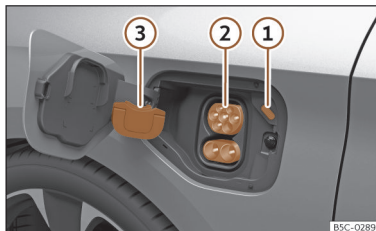

Fig. 63 Por trás da tampa da tomada de carregamento da bateria na parte dianteira esquerda: tomada de carregamento.
- Retire a capa de proteção e encaixe-a no engate >>> **Fig. 63 ③**
- Ligue o conector de carregamento da estação de carregamento à tomada de carregamento >>> **Fig. 63 ②**
O LED (indicador do processo de carregamento) da tomada de carregamento pisca e emite cintilações brancas >>> **Fig. 63 ①** >>> **Página 90**
O indicador do processo de carregamento da tomada de carregamento pisca a verde >>> **Fig. 63 ①**.
junta da tomada de carregamento acende a branco >>> **Fig. 63 ①**. O conector de carregamento está desbloqueado.
- Encaixe a capa de proteção na ligação inferior da tomada de carregamento. >>> **Fig. 63 ③**